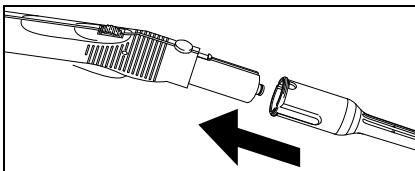

Fig. 6
- Conecte los accesorios necesarios (D1,E1, F1) a la pistola aplicadora de vapor (C1). Para ello, coloque el extremo abierto del accesorio en la pistola aplicadora de vapor (C1) e introduzcalo en la pistola hasta que encaje la tecla de desbloqueo (C2) de la misma (véase la fig. 6).